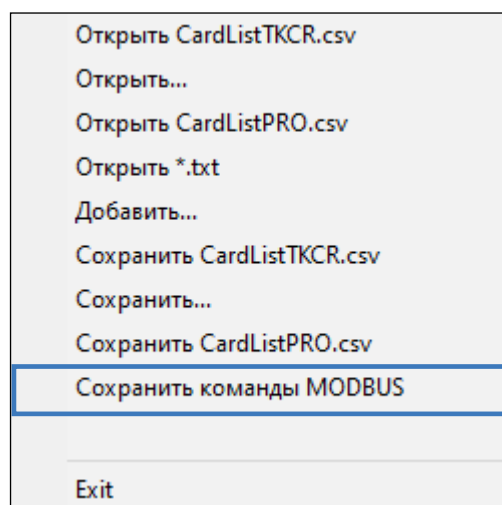

Рис.16. Сохранение команд Modbus
- Выберите *Главное меню* — *Меню «Файл»* — *Сохранить команды Modbus* (**Рис.16**).